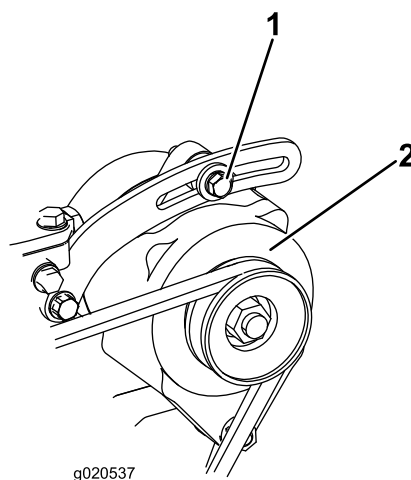

Рисунок 99
1. Если прогиб не равен 10 мм, ослабьте болты крепления генератора (Рисунок 99).